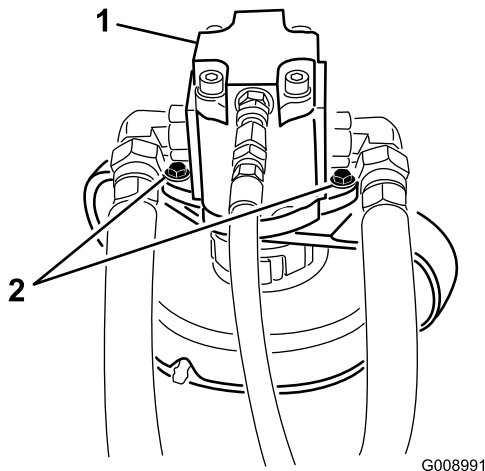

Figure 6
4. Enlevez les boulons qui fixent le moteur hydraulique au plateau de coupe (Figure 6). Soulevez le moteur et éloignez-le du plateau de coupe.
8. Montez le moteur hydraulique sur le plateau de coupe avec les boulons enlevés précédemment (Figure 6).